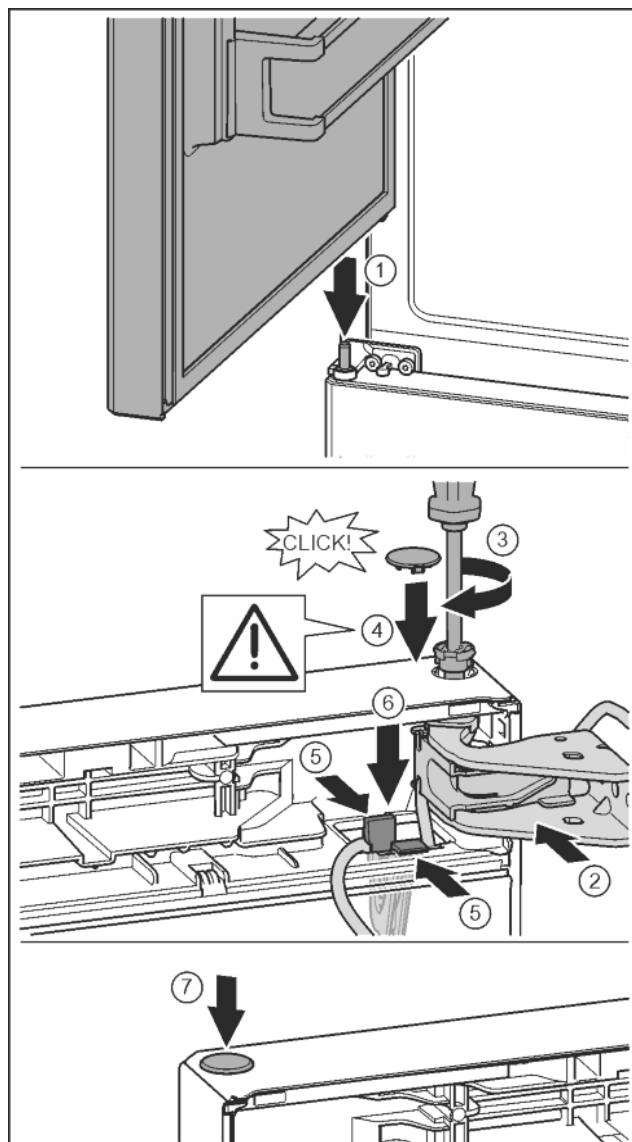

Fig. 34
- Установка верхней двери на средний опорный палец Fig. 34 (1)
- Дверь вверх выровнять по отверстию в опорном кронштейне. Fig. 34 (2)
- Вставить палец и затянуть отверткой T15. Fig. 34 (3)
- Установить предохранительную крышку для защиты двери: вставить предохранительную крышку и проверить, прилегает ли она к двери. В ином случае вставить палец полностью. Fig. 34 (4)
- Вставить держатель кабеля с закрепленным на нем кабелем в отверстие. При этом более длинное отверстие соединительной накладки должно быть направлено вперед. Fig. 34 (5)
- Прижать держатель вниз так, чтобы соединительная накладка защелкнулась. Fig. 34 (6)
- Вставить заглушку. Fig. 34 (7)